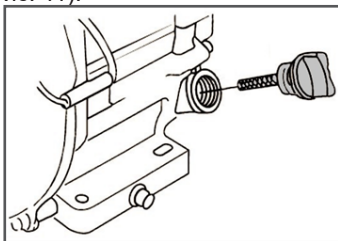

Рис. 11 Крышка-щуп маслосазливной горловины
2. Открутите крышку-щуп маслосазливной горловины и извлеките щуп (Рис. 11).
2. Открутите крышку-щуп маслосливной горловины и извлеките щуп (Рис. 11).